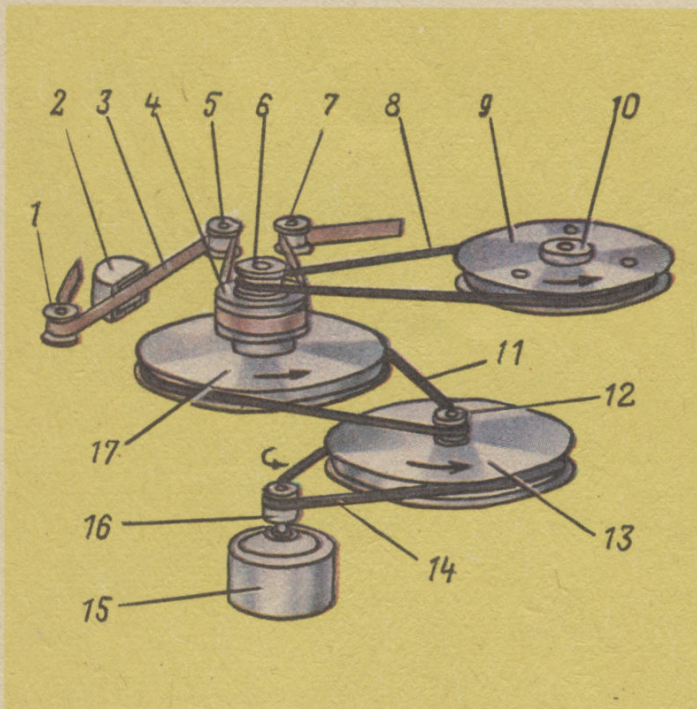
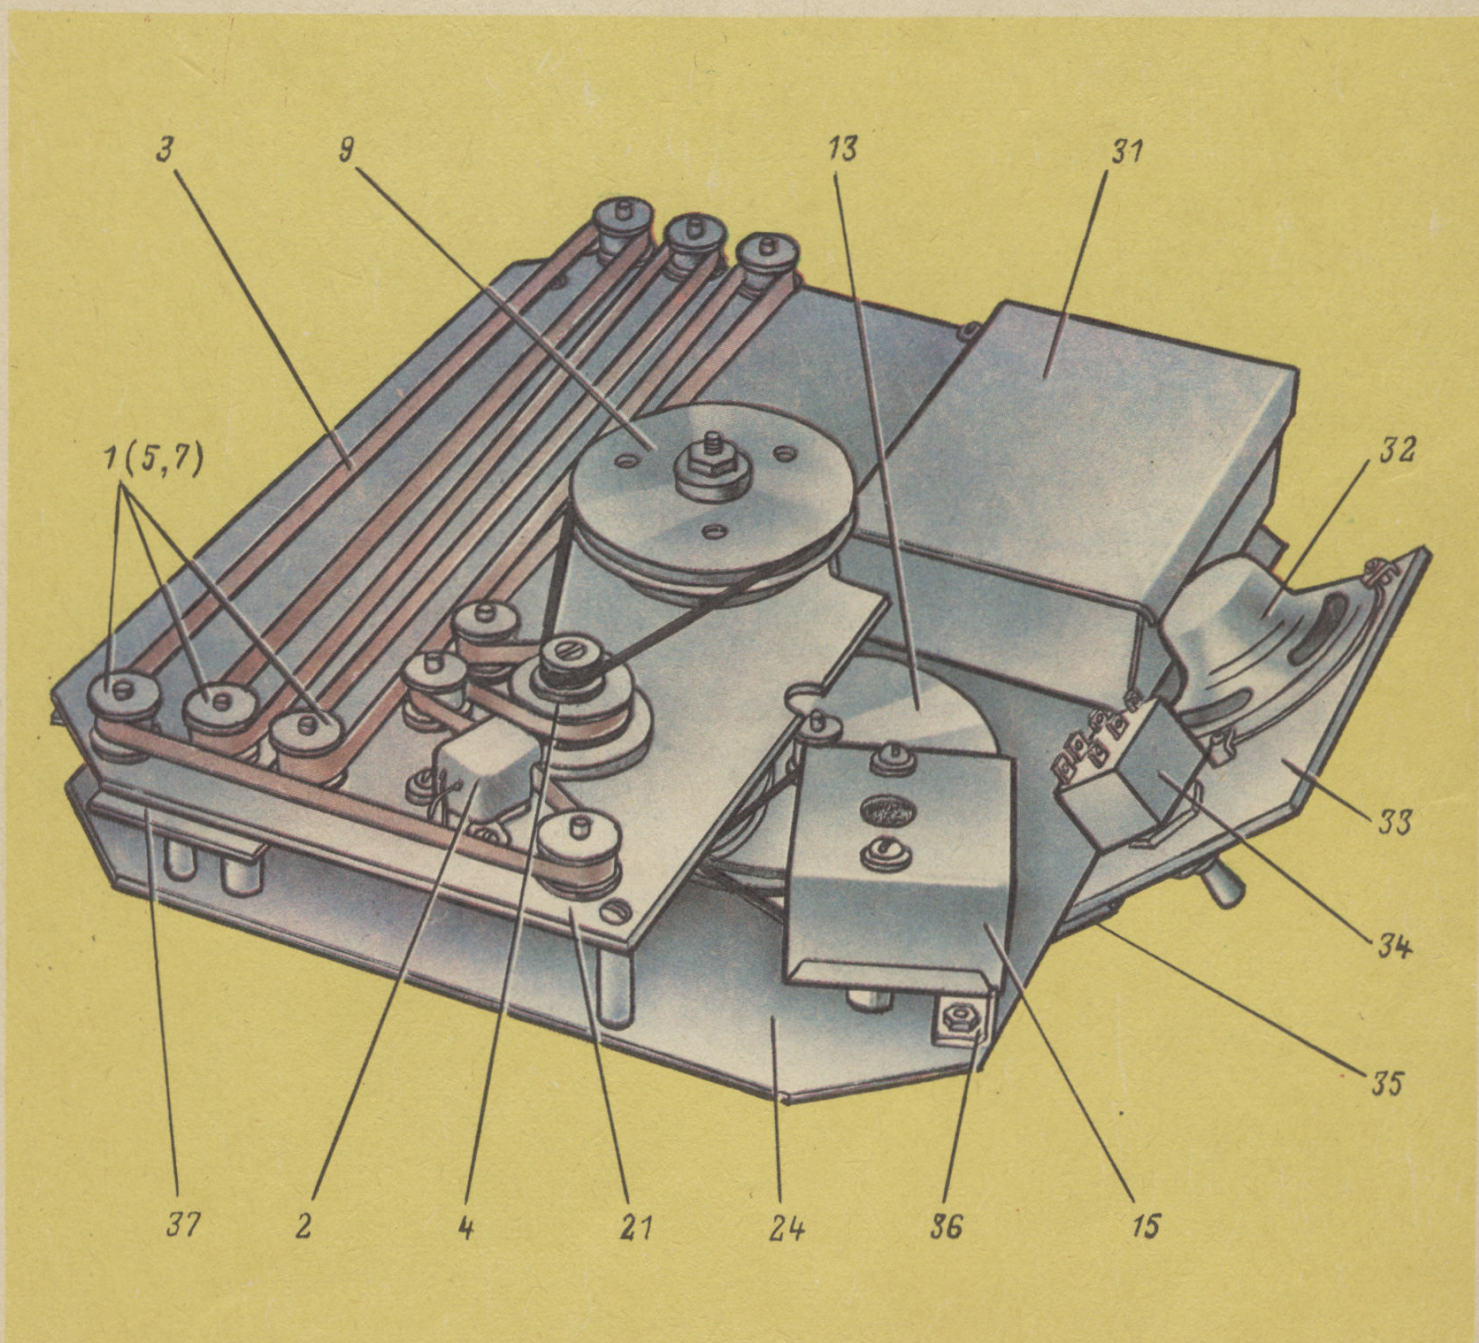

Рис. 26. Кинематическая схема игрушки.
Рис. 30. Конструкция игрушки.
Кинематическая схема механизма игрушки показана на рис. 26. По сути дела механизм состоит из двигателя 15, редуктора — системы шкивов 16, 13, 12, 17 и резиновых пассиков 11, 14, обремененного ролика 4, приводящего в движение магнитную ленту 3, направляющих роликов 1, 5, 7 и еще одного редуктора (шкивы 6, 9 и пассик 8), передающего вращение платформе с куклами.
необходимо, это крепление на шкиве 6 (см. рис. 26) и передаточное отношение редуктора (в том случае, если диаметр рабочей части отличается от 24 мм). Резиновые пассики 8, 11 и 14 — от магнитофона «Комета МГ-206». От этого магнитофона взята и универсальная магнитная головка (она использована только как воспроизводящая). Индуктивность головки 100—140 мГ, отдача на частоте 1000 Гц — около 0,65 мВ. Разумеется, можно использовать универсальные головки и от других транзисторных магнитофонов, важно лишь, чтобы их параметры не намного отличались от указанных.
Чертежи деталей механизма показаны на рис. 29. Направляющие ролики 1 (а также 5 и 7 по рис. 26) изготовлены из органического стекла разной толщины: 6,5 мм (средняя часть) и 2 мм (щечки). Между собой части роликов соединены дихлорэтановым клеем (раствор опилок органического стекла в дихлорэтаноле). Такая же конструкция и шкивов 9, 13 и 17, для изготовления которых использован листовой полистирол толщиной 3 и 2 мм. Детали шкивов склеены между собой дихлорэтаном, после чего в них запрессованы латунные шкивы (втулки) 10, 12 и 6 соответственно.
Узлы и детали игрушки смонтированы на двух панелях: верхней 21 и нижней 24. Они изготовлены из листового дюралюминия толщиной 2 мм. На нижней панели (основании) закреплены (рис. 30) кронштейн 36 с электродвигателем в экране, оси шкивов 6 (17), 9 и 13 (12), кассеты с батареями B_1 и B_2 (38), автотрансформатор $Тр_1$ (он закреплен так же, как и катушка L_1), кронштейн 35 с выключателем питания 34 и планка 33, на которой установлена головка громкоговорителя 32. С нижней стороны на этой панели закреплены четыре резиновые ножки. На верхней панели установлены оси направляющих роликов 1 и магнитная головка $ГВ_1$. Плата усилителя 37 закреплена на нижней стороне этой же панели с помощью двух винтов М3 × 10, ввинченных в резьбовые отверстия в плате, и трубчатых стоек высотой 6 мм.
Собирают игрушку, руководствуясь кинематической схемой (см. рис. 26), а также рис. 30. Все ролики 1 и шкивы должны легко (но без больших люфтов) вращаться на своих осях. Перед первым включением механизма все трущиеся места (оси 18, 22, 25, 29, отверстия роликов и шкивов 6, 12, а также втулки 10) смазывают тонким слоем жидкого машинного масла или технического вазелина.